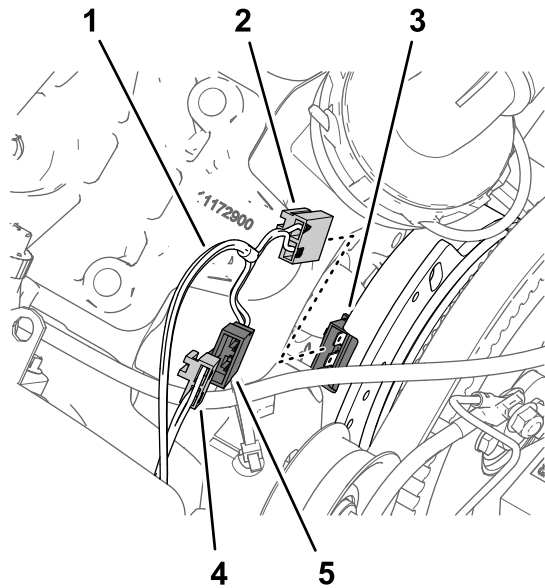

Figura 169
2. Conecte el conector de 2 pines del arnés de cables del kit (84 cm) marcado PUMP CLUTCH al conector hembra de 2 vías del arnés de cables de la máquina marcado SPRAY PUMP COIL (Figura 169).
3. Conecte el conector hembra de 2 vías del arnés de cables del kit marcado PUMP CLUTCH al conector de 2 pines del alternador (Figura 169).